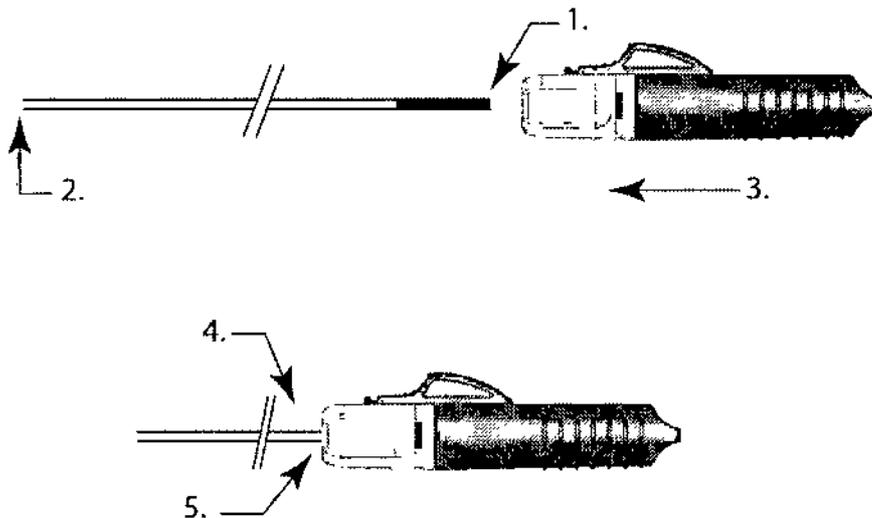
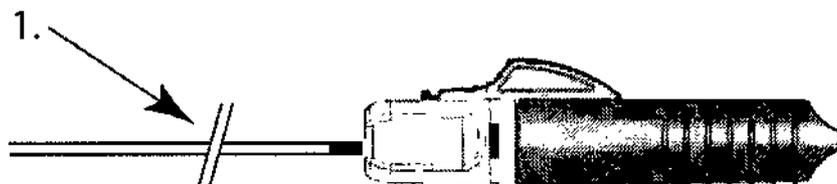

Figura 3
Figura 4
13. Sujete el extremo proximal del empujador de implantes en el extremo distal del indicador de carga. Haga avanzar el I.D. (Instant Detacher) sobre el extremo proximal del empujador de implantes hasta que el indicador de carga se introduzca por completo en el embudo y el empujador este firmemente asentado en el accionador (consulte la figura 3).
Nota: Si la banda indicadora aun esta visible, tal como se muestra en la figura 4 a continuación, I.D. (Instant Detacher) deberá hacerse avanzar aun mas hasta que elemento empujador de implante quede completamente asentado en el embudo, tal como se muestra en la figura 3 mas arriba